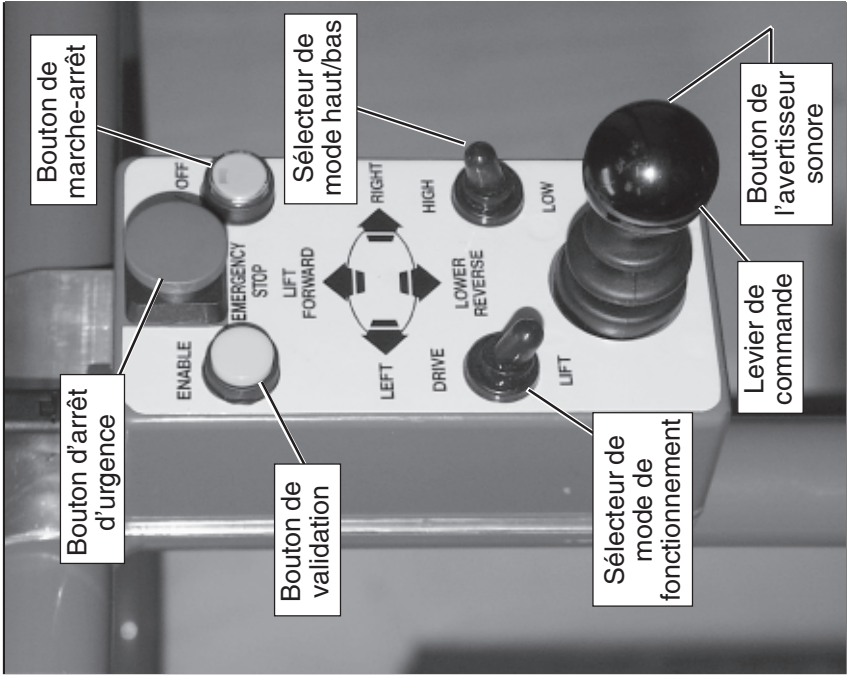

Figure 4 : Tableau de commandes de la plate-forme
2. Au tableau de commandes du côté gauche du mât (figure 4), tourner l'interrupteur à clé à la position « **ON** ».